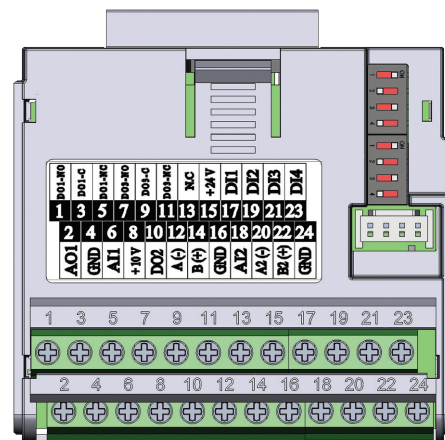

Figura 17.4: Módulo plug-in CFW500-CRS485
El módulo plug-in CFW500-CRS485 tiene la interfaz Serial (1) a través de la puerta RS485 en los bornes 12(A-) y 14(B+), así como la interfaz Serial (2) también a través de otra puerta RS485 en los bornes 20(A2+) y 22(B2+), vea la Figura 17.4 en la página 17-1.